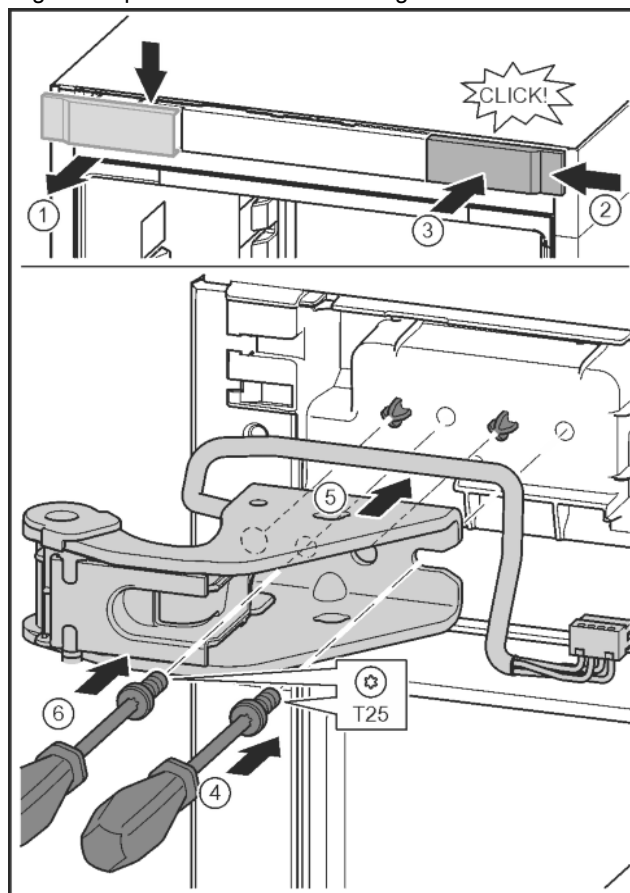

Fig. 31
- ▶ Afdekking losmaken en zijdelings verwijderen. Fig. 31 (1)
- ▶ Afdekking 180° gedraaid op de andere kant van rechts aanbrengen. Fig. 31 (2)
- ▶ Afdekking vastklikken. Fig. 31 (3)
- ▶ Schroef met schroevendraaier T25 aandraaien. Fig. 31 (4)
- ▶ Bovenste lagerbus plaatsen. Fig. 31 (5)
- ▶ Schroef vastdraaien. Fig. 31 (4)
- ▶ Schroef met schroevendraaier T25 aanbrengen en vastdraaien. Fig. 31 (6)